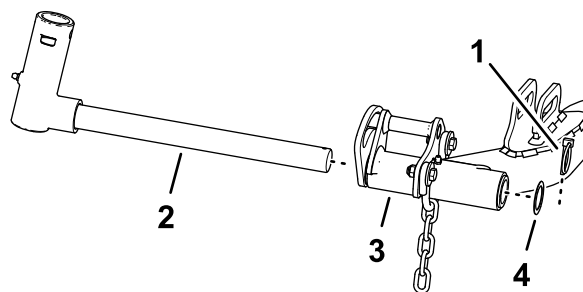

Figura 17
- Retire el pasador de seguridad y la arandela que fijan el brazo giratorio al brazo de elevación, y retire el brazo giratorio del brazo de elevación (Figura 17).